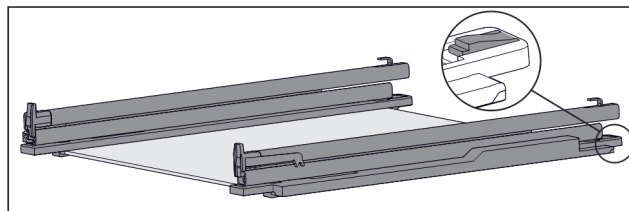

Fig. 95 Ripiano in vetro con guide e fermi
- ▶ Premere il fermo sul lato posteriore (vedere Fig. 95) e allo stesso tempo spingere la guida all'indietro.